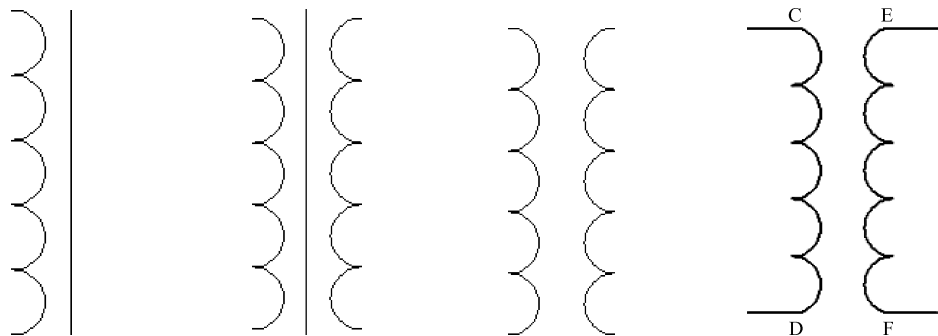

图 5-79 平移直线 图 5-80 镜像图形 图 5-81 删除直线 图 5-82 绘制连接线
(6) 单击“默认”选项卡“修改”面板中的“移动”按钮,将直线向右平移7,平移结果如图5-79所示。